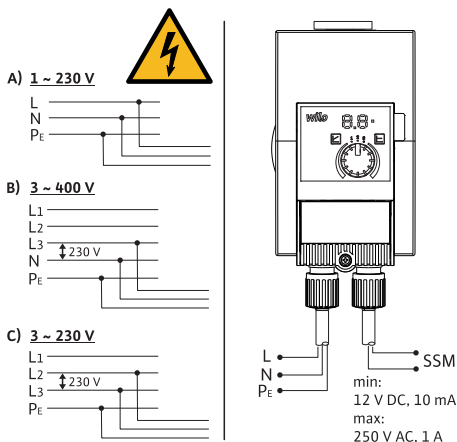

Fig. 3: Δυνατότητες σύνδεσης
- Συνδέστε σε δίκτυα χαμηλής τάσης 230 V. Κατά τη σύνδεση σε ηλεκτρικά δίκτυα IT (δίκτυο Isolée Terre) διασφαλίστε οπωσδήποτε ότι η τάση μεταξύ των φάσεων (L1-L2, L2-L3, L3-L1 → Fig. 3) δεν υπερβαίνει τα 230 V.